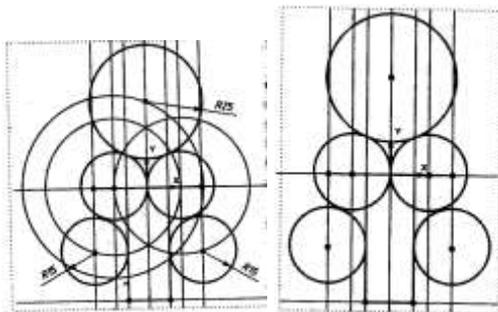

Рисунок 48
9. По команде Касательный отрезок через внешнюю точку  на панели инструментов строим два отрезка, касательные к окружностям $R15$, соединяем эти отрезки другим отрезком по команде Ввод отрезка  (см. рис. 48). По табл. 1 вид сопряжения – п.4.